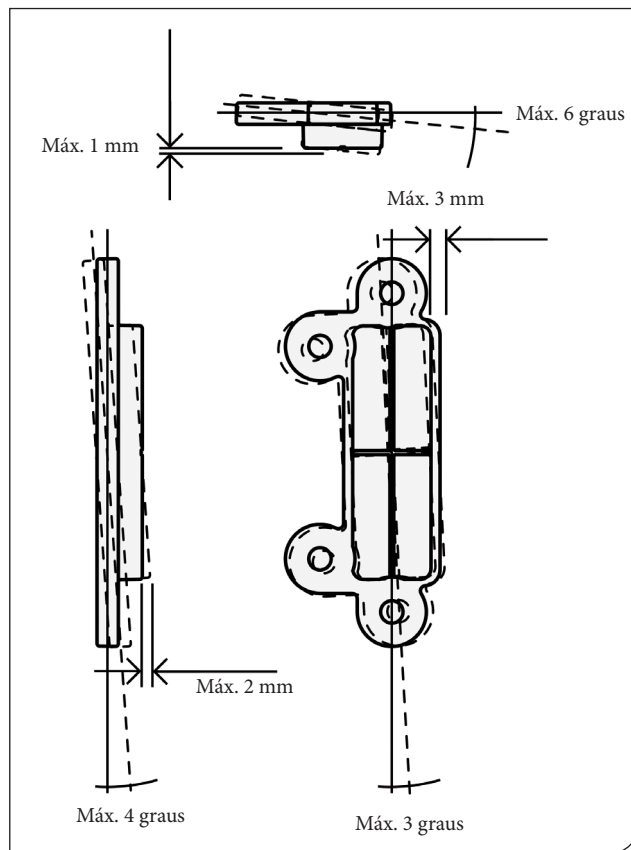

Fig. 26.
4. Verifique se os requisitos de alinhamento do ímã a seguir não foram excedidos. Veja a Fig. 26.